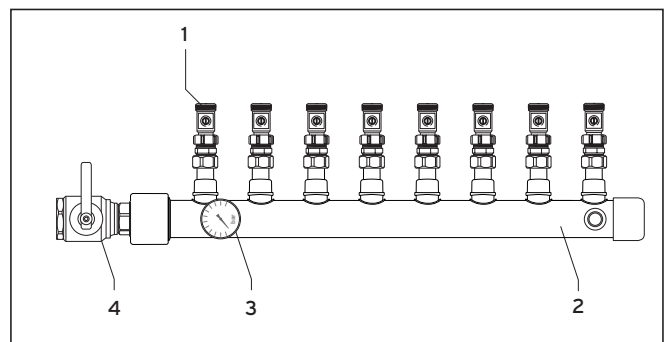

Fig. 4.5 Montering af samleren
- Monter kuglehaneerne på samleren som vist på fig. 4.5.